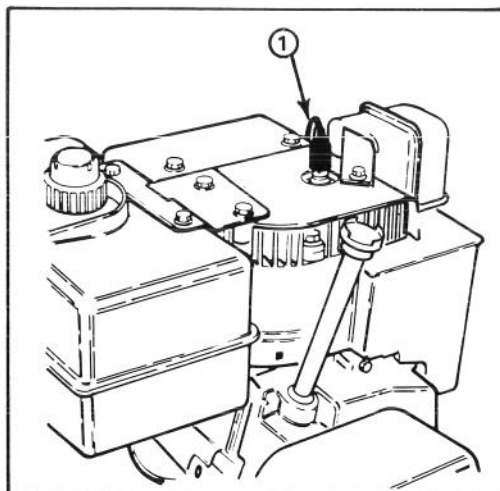

Figure 34
1. Nettoyez autour de la bougie afin d'éviter la retombée de particules dans le cylindre lors du retrait de la bougie (fig. 34).